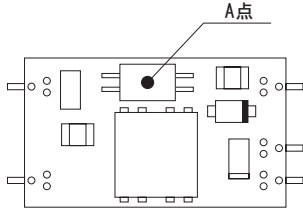

図8. 3 強制通風時の温度測定箇所
(3) 強制通風 (1m/s) 時の温度測定箇所
①SU1R5
■強制通風時は、図8. 3のA点の温度が105°C以下となるように通風して、ご使用ください。